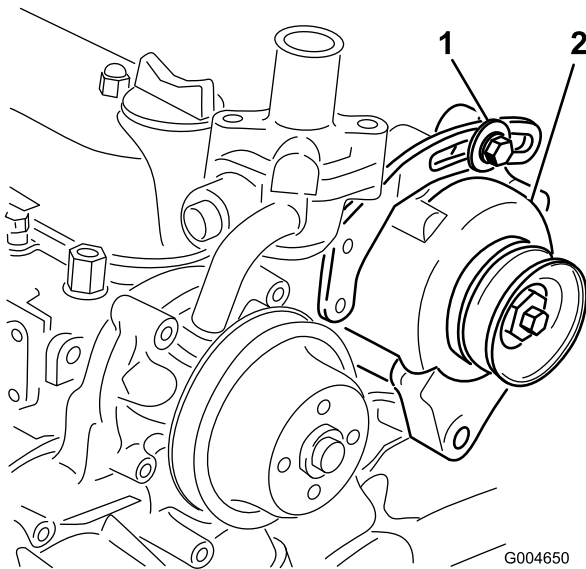

Figura 68
2. Si la desviación no es de 10 mm, afloje los pernos de montaje del alternador (Figura 68).